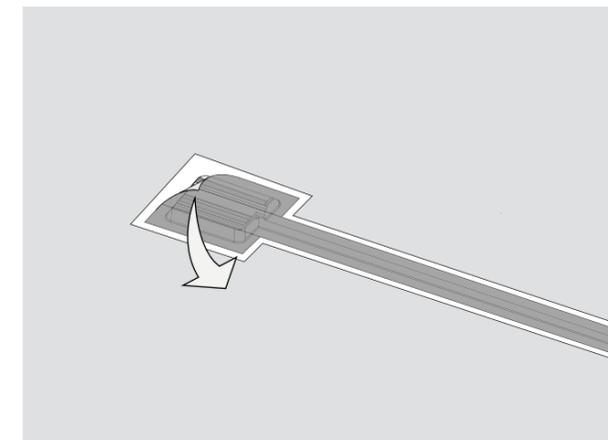

Abb. 7
8. Entfernen Sie nun das Abdeckband von der Schiene. Die bündige Gipskante kann jetzt in Deckenfarbe gestrichen werden (Abb. 7).